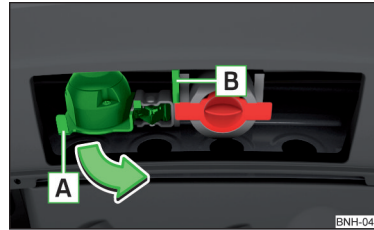

Abb. 132
- Die 13-polige Steckdose am Griff **A** fassen und in Pfeilrichtung ausschwenken » Abb. 132.